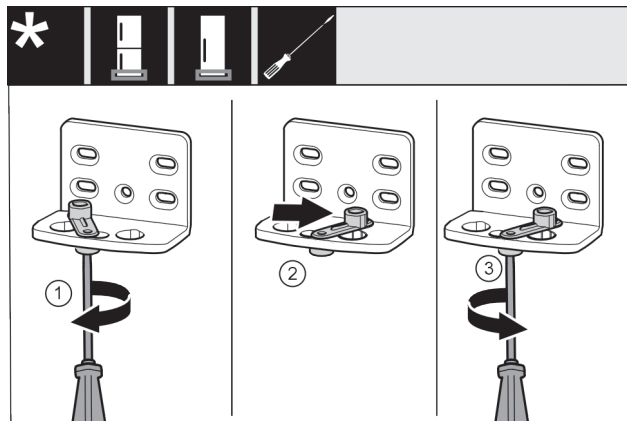

Fig. 41 *
- ▶ Desfaceți șurubul Fig. 41 (1) cu șurubelnița.*
- ▶ Ridicați dispozitivul auxiliar de închidere a ușii Fig. 41 (2) și rotiți-l cu 90° spre dreapta în orificiu.*
- ▶ Înșurubați ferm șurubul Fig. 41 (3) cu șurubelnița.*